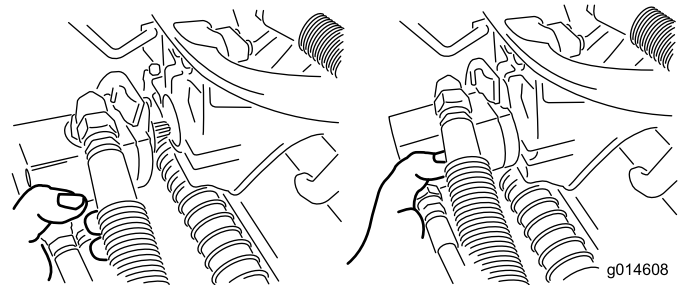

Figure 52
3. Amenez le moteur à la position de rangement sur l'avant du bras de suspension (**Figure 52**).